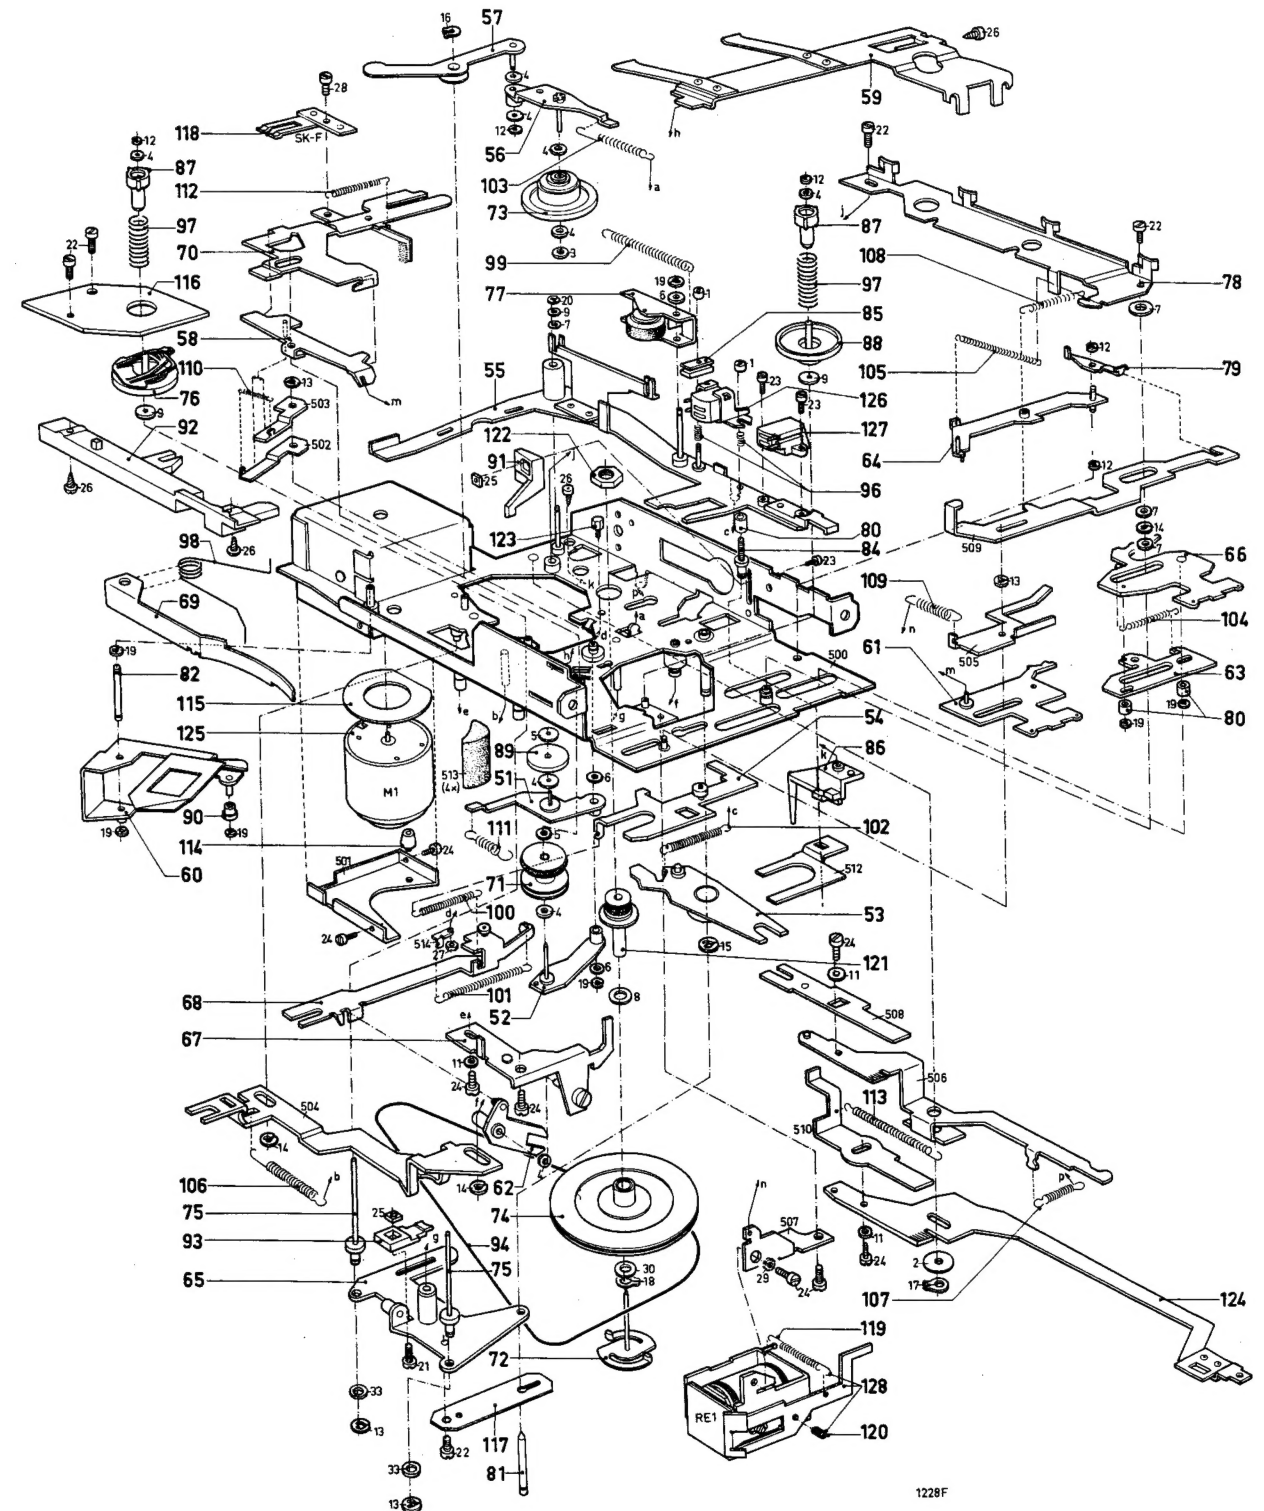

Fig. 11
12. Schwungrad 74 (Abb. 11)
13. Einstellen der Cassetten-Auswerf-Kraft (Abb. 11)